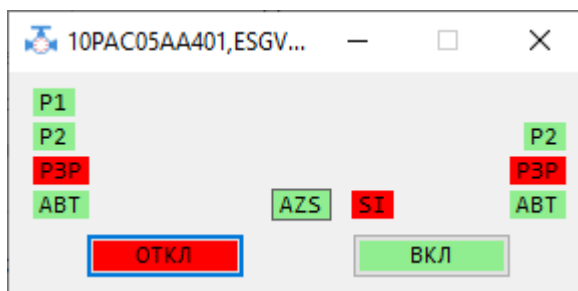

Рисунок 23 – Внешний вид окна управления вентильным/электромагнитным клапаном
7.9.3 Перечень состояний (команд) вентильного/электромагнитного клапана, которые могут быть изменены с помощью интерфейса пользователя (см. рисунок 23):